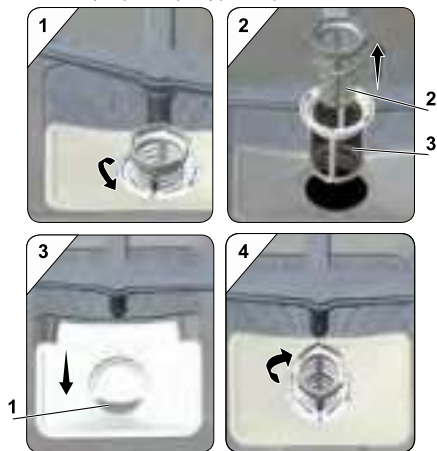

Рис. 14
1. Поверните фильтр грубой очистки против часовой стрелки и поднимите вверх (рис. 14, иллюстрация 1).
2. Извлеките фильтр грубой очистки из микрофильтра (рис. 14, иллюстрация 2).
3. Снимите плоский фильтр (рис. 14, иллюстрация 3).
4. Для установки фильтров произведите действия в обратном порядке (рис. 14, иллюстрация 4).